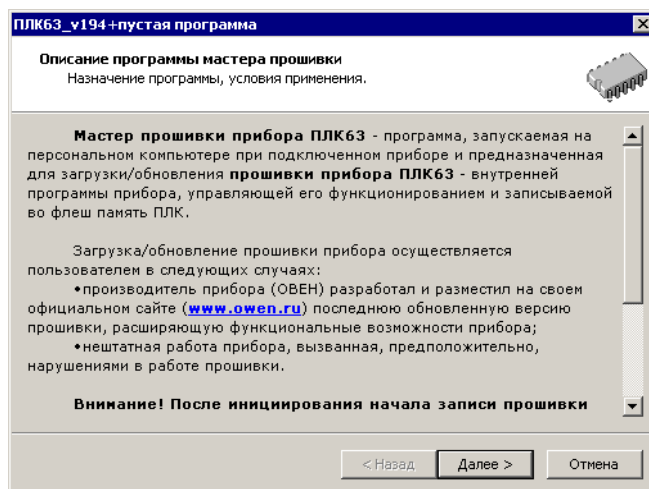

Рисунок 9.3 – Окно программы смены прошивки (ПО микроконтроллера)
- 4) Запустить программу смены прошивки (ПО микроконтроллера). Выполняя инструкции, размещенные в окнах программы (см, например, рисунок 9.3) – выполнить процедуру смены прошивки (ПО микроконтроллера). ПО микроконтроллера будет обновлено.